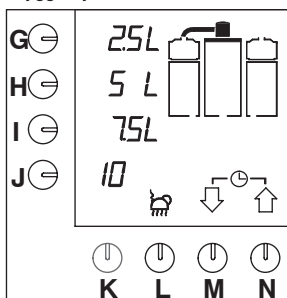

Fig. 7 Display med standardmöjligheter
- Lampan i strömbrytaren tänds. Standardmöjligheterna visas på displayen (fig. 7).